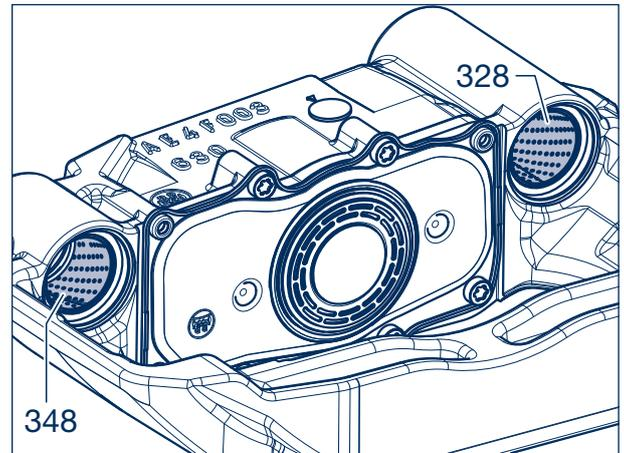

Bild 4
- [10] Auspresswerkzeug (T4) aufstecken und in die Führungsbuchse (348, siehe Bild 4 und 5) schieben.
- [12] Durch Drehen der Gewindespindel (T1) wird die Führungsbuchse (348) aus der Lagerung gezogen. Ggf. die Mutter (T6) mit einem Schlüssel SW 32 gegenhalten.